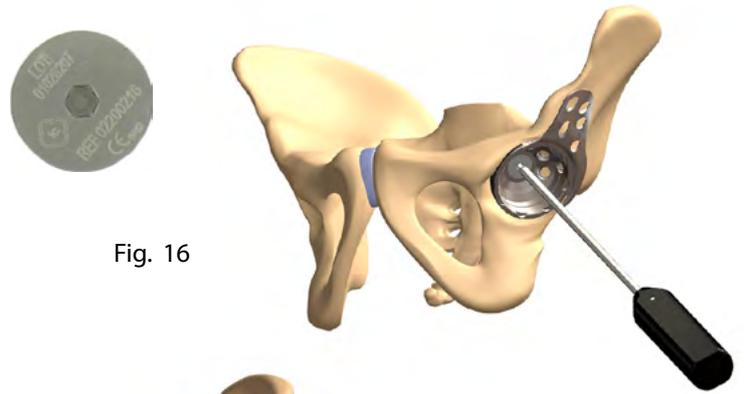

Fig. 16
Una vez completada la inserción de los tornillos, utilice la llave Allen para cerrar el agujero central con el tapón de agujero central (ref. 02200216) (Fig. 16).